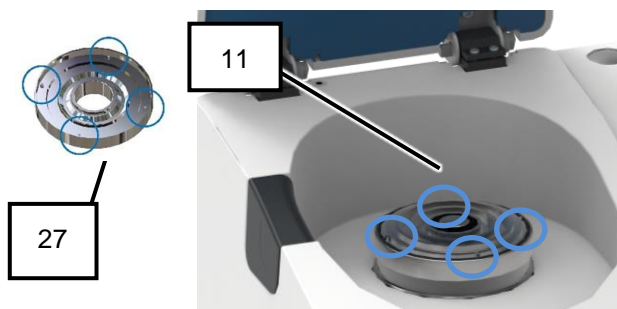

Рис. 20: внутренняя камера с валом ротора
4. Установите лабиринтный диск (27) вокруг вал ротора (11) (Рис. 20).
5. Убедитесь, что защита от проворачивания правильно вставлена в паз (Рис. 20).
6. Установите кассету (26) (без крышки) на лабиринтный диск (27).